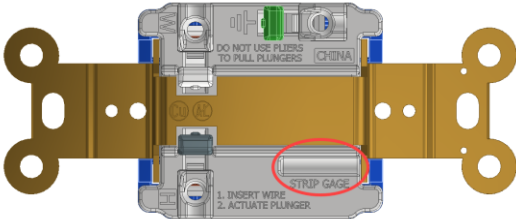

Fig. 5
1. Dénuder chaque conducteur à l'aide du gabarit situé à l'arrière de la prise, comme indiqué à la Fig. 5